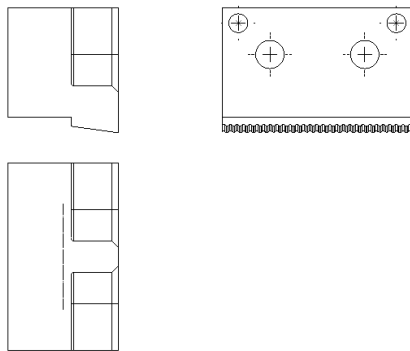

图 12-39 标注中心线效果
(4) 选择右侧垂直线，单击【确定】按钮，即可标注中心线，效果如图 12-39 所示。